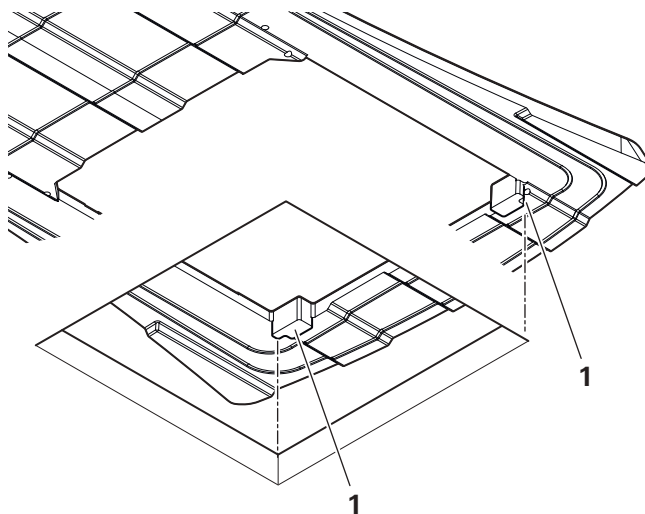

Figura 14
Non è necessario utilizzare un sigillante aggiuntivo per sigillare il sistema di condizionamento, in quanto la guarnizione in dotazione sigilla a diretto contatto con il tetto del veicolo (Figura 14).
- Vedere: «Figura 14» a pagina 69.